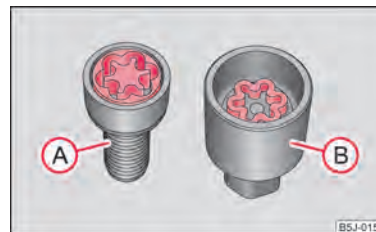

Fig. 140 Imagine: Șurub de siguranță cu adaptor
- Introduceți adaptorul (B) cu partea dințată în interiorul dinților capului șurubului de siguranță (A) ⇒ fig. 140.
- Împingeți cheia de roată până la capăt, pe adaptor (B).